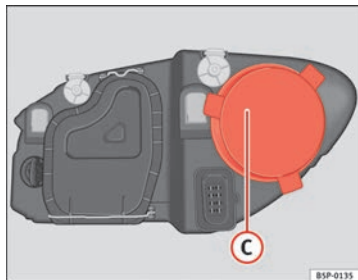

Abb. 167 Fernlicht
- Den Deckel ⇒ Abb. 167 C abziehen.